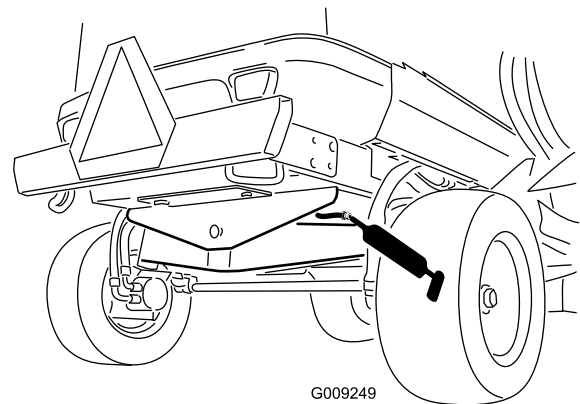

Bild 51
- Hinterachse-Drehbuchsen (1) (Bild 51)